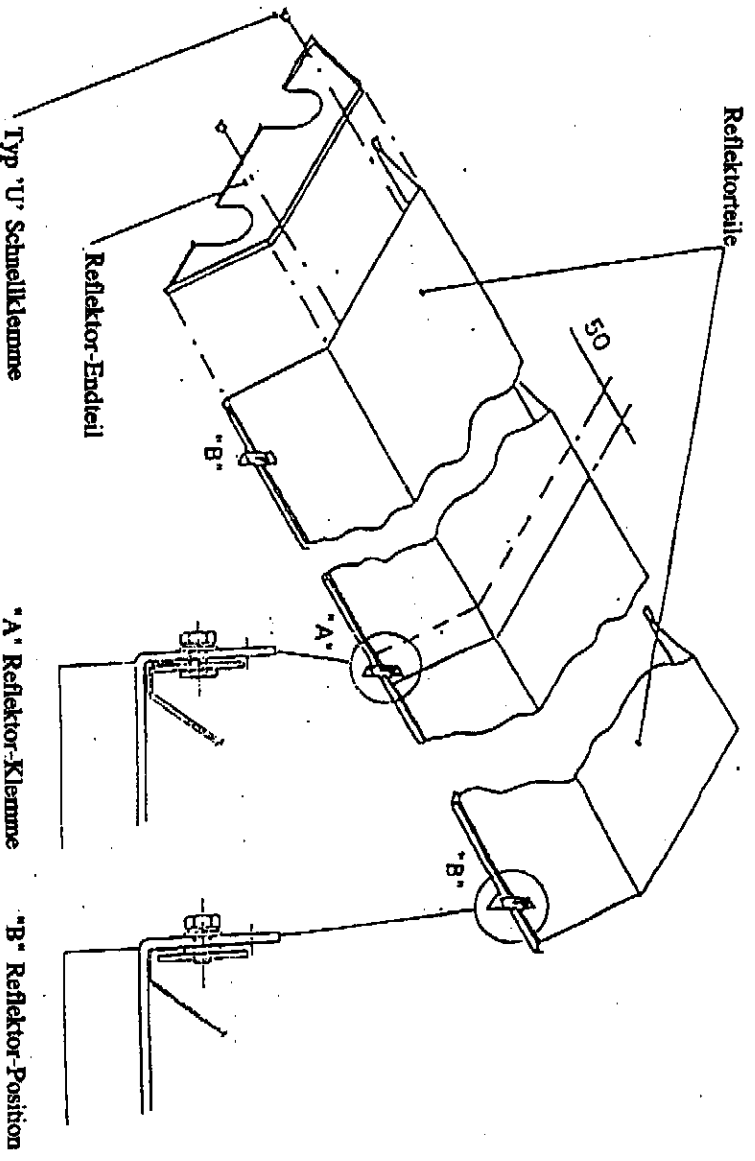

Abb. 14
- 4.2.5 Platzieren Sie die beiden Reflektorenteile auf die Aufhängevorrichtungen so, daß eine 50mm Überlappung in der Mitte, gleichmäßig um die Mitte der Aufhängevorrichtung errangiert, entsteht. Klemmen Sie die beiden Reflektorenteile an die Mitte der Aufhängevorrichtung, indem Sie zwei Befestigungsschrauben und M6 Satzschrauben und Dichtungsringe (Befestigungspaket) verwenden. Schrauben Sie die restlichen (4) Befestigungsschrauben an die zwei äußeren Aufhängevorrichtungen, so daß Sie einen Platz für die Enden der Reflektorenteile, wie in der Abb. 14 unten gezeigt, beschaffen.
4.2.6 Platzieren Sie die Reflektorendeteile (eingekert) über die Strahlerröhren und in das Ende des Reflektorenteils, so daß das Endteilflansch mit dem Ende des Reflektors bündig ist. Sichern Sie das Reflektorendeil an dem Reflektorteil unter Gebrauch von 6 gelieferten U-Typ Schnellklammern (Befestigungspaket); 2 Klammern pro Facette des Reflektorteiles, wie in Abb. 14 oben gezeigt.